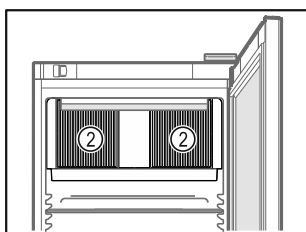

Fig. 71
- Udržiavajte voľné vetracie štrbiny Fig. 71 (2) cirkulačného ventilátora vo vnútornom priestore.